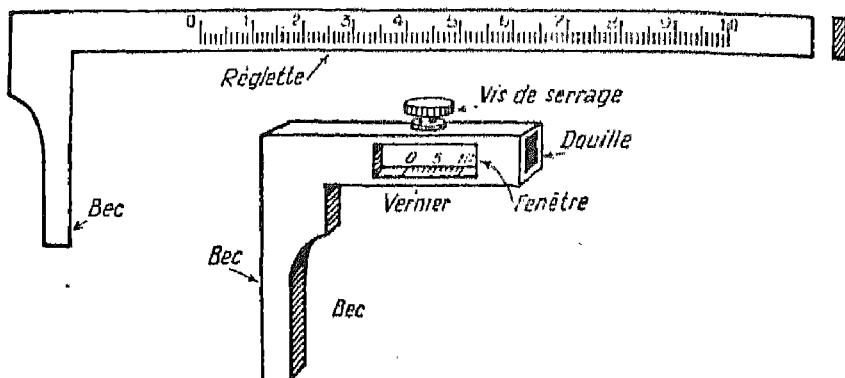

Fig. 1. — Réglette d'un pied à coulisse.
2. Décrivez la *réglette d'un pied à coulisse* (on vous aidant de la figure 1 si vous n'en avez pas). Comment est-elle graduée ?
rigide, sur laquelle glisse une coulisse. Chacune de ces pièces porte un bec à angle droit (fig. 1).